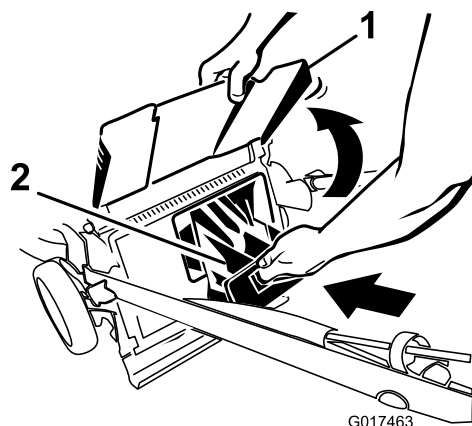

Figure 25
4. Installez l'obturateur d'éjection arrière (Figure 25).